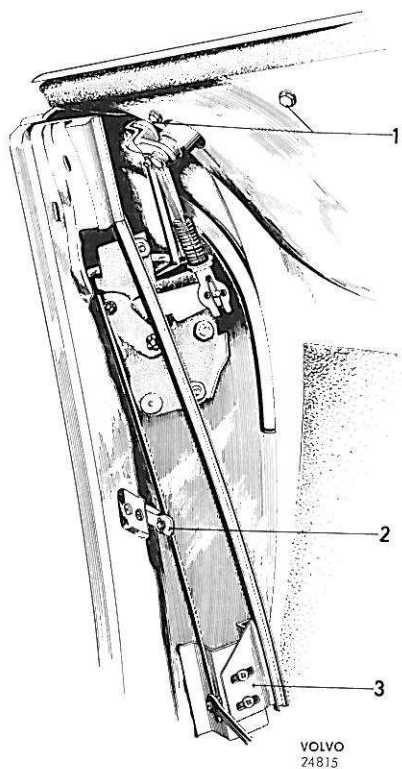

Figure 26. Fermeture de porte et glissière de guidage de la glace
3. Monter le bras articulé (5) entre le levier de commande et la fermeture. Régler la longueur de ce bras articulé en choisissant l'un des alésages à son extrémité inférieure. Le réglage doit être effectué de telle manière que le levier de commande se dégage de la plaque de butée en position fermée et rencontre le centre de cette plaque en position ouverte (figure 26).
6. Lors du remontage, vérifier le coulissement de la glace dans les glissières. La glissière de guidage arrière de la glace est réglable, ce qui permet d'ajuster le contact entre cette glace et le joint d'étanchéité (figure 26).
4. Lors du remontage, vérifier le coulissement de la glace dans les glissières. La glissière de guidage arrière de la glace est réglable, ce qui permet d'ajuster le contact entre cette glace et le joint d'étanchéité (figure 26). Cette glissière de guidage peut être démontée après l'enlèvement de la baguette enjoliveuse supérieure extérieure.